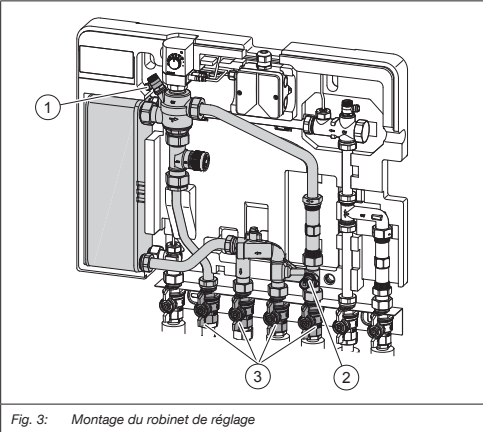

Fig. 3: Montage du robinet de réglage
- Fermer les 4 robinets à tournant sphérique (3) marqués dans Fig. 3, situés sur le bloc de raccordement avec robinets à tournant sphérique.
(1)	Mode service
- Ouvrir le robinet de purge (voir Fig. 3 (1)) pour détendre le tronçon de l'installation.
- Ouvrir le robinet de vidange (voir Fig. 3 (2)).
- Fermer les robinets de purge et de vidange (voir Fig. 3).